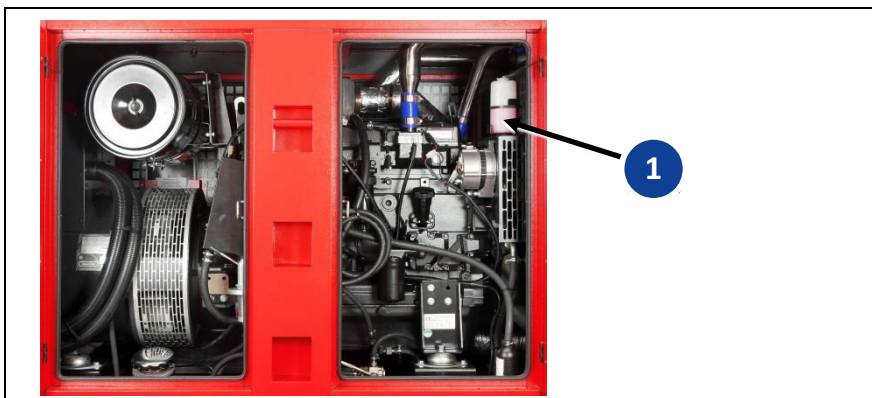

Abb. 8-3 Kontrolle Kühlflüssigkeit
- Kontrollieren Sie den Kühlflüssigkeitsstand ausschließlich am Ausgleichsbehälter Abb. 8-3- **1** in der Nähe des Kühlers. Der Flüssigkeitsstand sollte sich immer zwischen den Markierungen für Maximum und Minimum befinden.